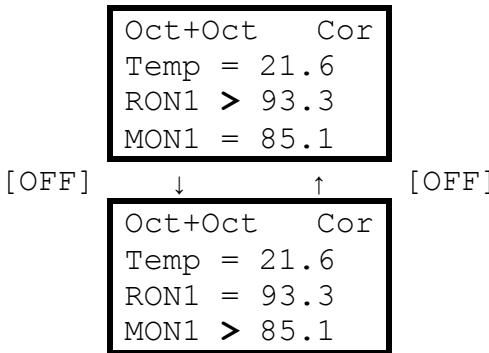

Рис. 4. Выбор параметра для коррекции
3.6.3. С помощью кнопки [OFF] выбрать параметр, подлежащий коррекции (RON или MON для бензинов, Cet или TFr для дизельных топлив). При этом знак «=» напротив соответствующего параметра меняется на один из знаков коррекции «>», «<», «+», «-» или «Z». Пример показаний индикатора при выполнении этих операций представлен на рис. 4, в данном случае для коррекции выбран четвертый режим октанометра.